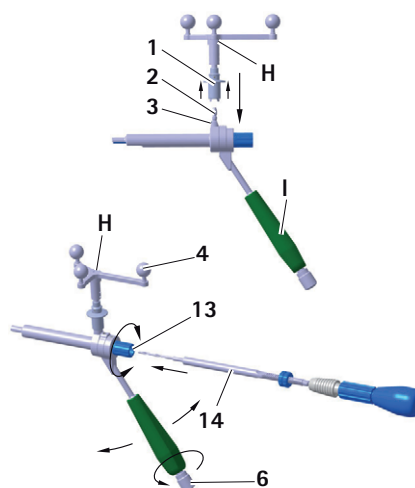

Fig. 10 Montage de l'unité en étoile Aesculap sur la douille de guidage S⁴C pour vis à tête plate
- Pour s'assurer que la caméra de navigation a une vue parfaitement dégagée sur les billes de marquage réfléchissantes, dévisser le bouton 6 sur le manche S⁴C de la douille de guidage S⁴C I et tourner l'unité en étoile Aesculap H dans la position souhaitée, voir Fig. 10.